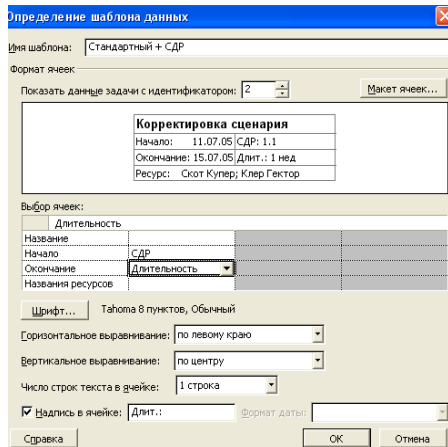

Рис. 169. Створення нового шаблону
2.4. У діалоговому вікні *Определение шаблона данных* в полі *Имя шаблона* ввести *Стандартный + СДР* (рис. 169).